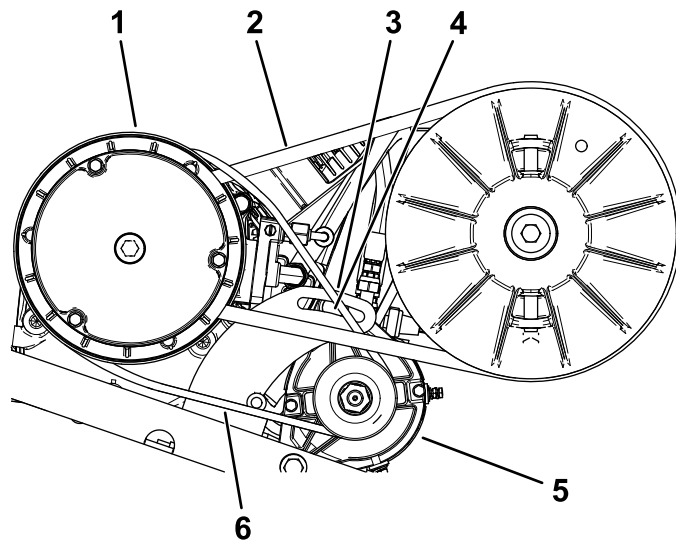

図 67
2. スタータジェネレータのピボットナットをゆるめる 図 67。
4. ボールを下に押し下げてスタータを下げる。ベルトを $44.5 \text{ N}\cdot\text{m} / 4.5 \text{ kg}\cdot\text{m} = 10 \text{ ft}\cdot\text{lb}$ の力で押した時のたわみが 6 mm になるようにスタータの位置を調整する (図 67)。
5. ピボットナットを手締めし、ボールを取り外す (図 67)。